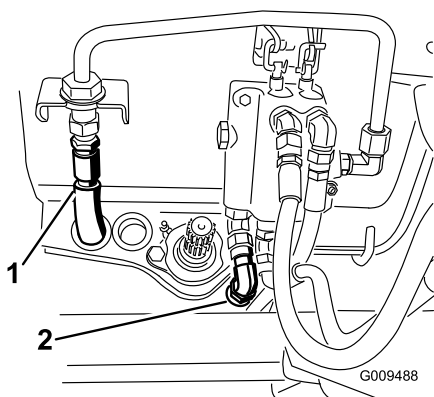

Figura 78
15. Desconecte la manguera del depósito del tubo rígido de la válvula de control (Figura 78). Tapone la manguera y el acoplamiento. Tire de la manguera del depósito hacia la parte trasera de la máquina.
16. Desconecte la manguera de presión de la válvula de control (Figura 78). Tapone la manguera y el acoplamiento. Tire de la manguera hacia la parte trasera de la máquina.